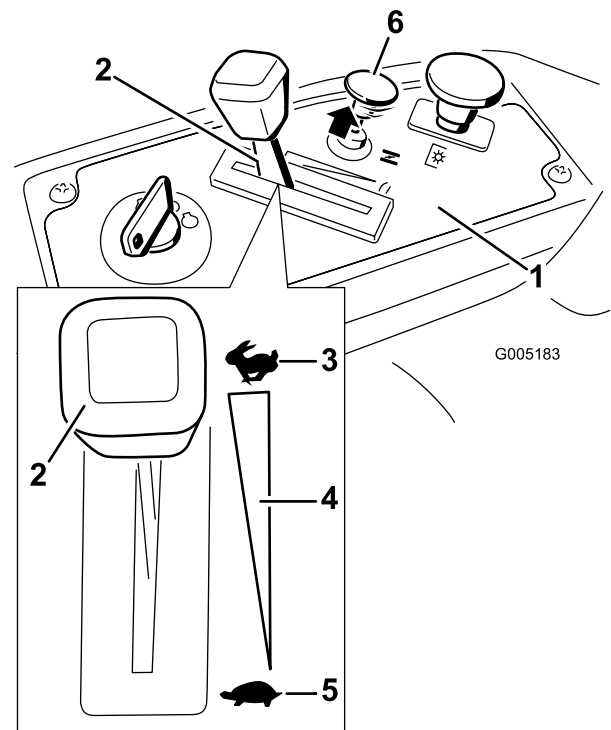

Bild 11
3. Ziehen Sie den Choke heraus, bevor Sie einen kalten Motor anlassen (Bild 11).
- Stellen Sie den Zündschlüssel auf „Aus“ (Bild 11) und ziehen Sie ihn ab.